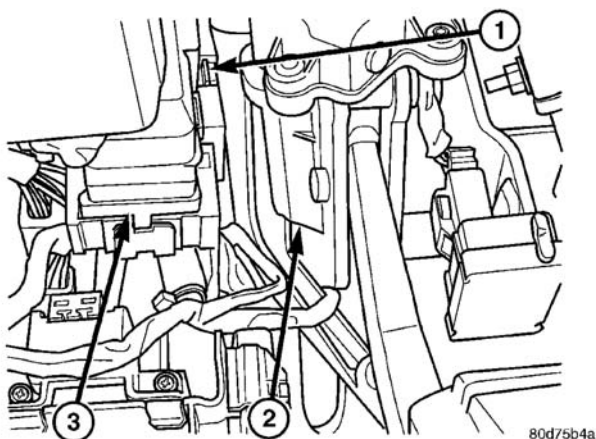

图 11 隔板接头释放凸舌
- 按下左侧的释放凸舌（图 11），然后向下转向管柱盖拉动隔板接头，将其从支架上拆下。